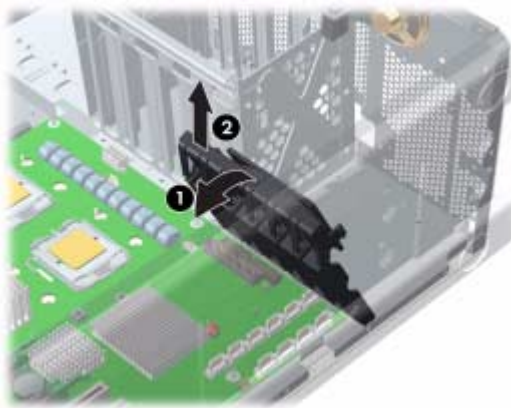

図 1 カード ガイドの取り外し
1. シャーシからカード ガイドを取り外します。2つのカード ガイド ラッチを外します。カード ガイドをシステム ボードの方向に回転して (図 1 参照)、シャーシから持ち上げて取り出します (図 2 参照)。(次の図は、参考として HP xw8400 Workstation の例を示しています。)